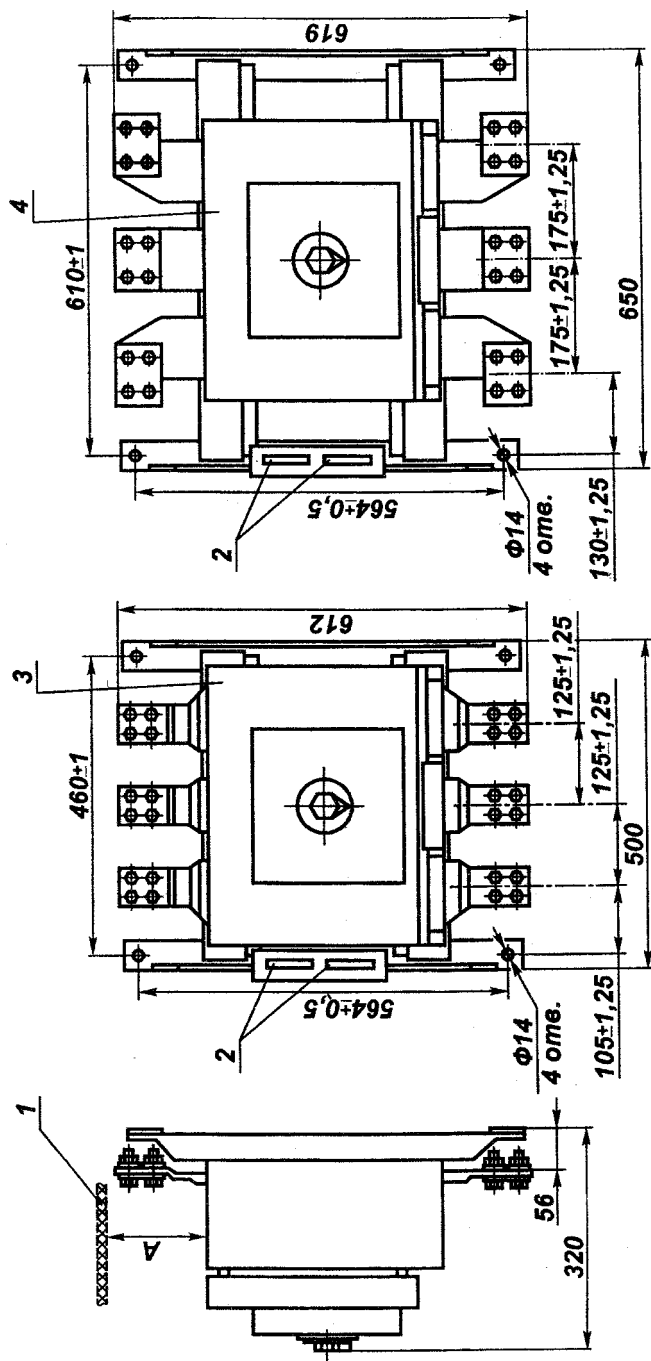

Рис. 1. Выключатели стационарного исполнения типов АВ2М15Н-53-43, АВ2М15С-55-43, АВ2М20Н-53-43, АВ2М20С-53-43 с электромагнитным приводом.
Электрические соединения при монтаже выключателя в зависимости от исполнения выключателя осуществляются в соответствии со схемами на рис. 1...6 приложения В.
- в конструкции, на которой крепится выключатель, выполняются отверстия согласно рис. 1, 2 приложения Б;